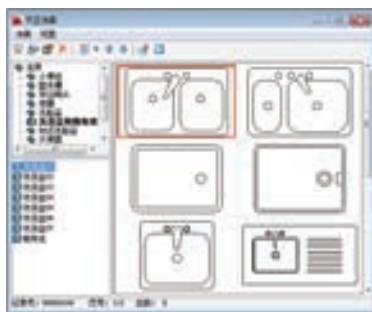

图 13-43 选择洗涤盆图形
11) 调用“布置洁具”命令, 在打开的“天正洁具”对话框中选择洗涤盆图形, 结果如图 13-43 所示。